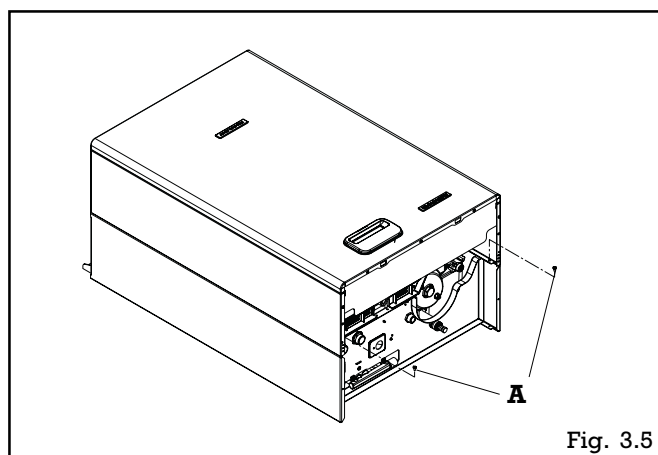

Fig. 3.5
- retirer l'habillage de la chaudière (2 vis **A** en partie basse de l'habillage) (fig. 3.5);